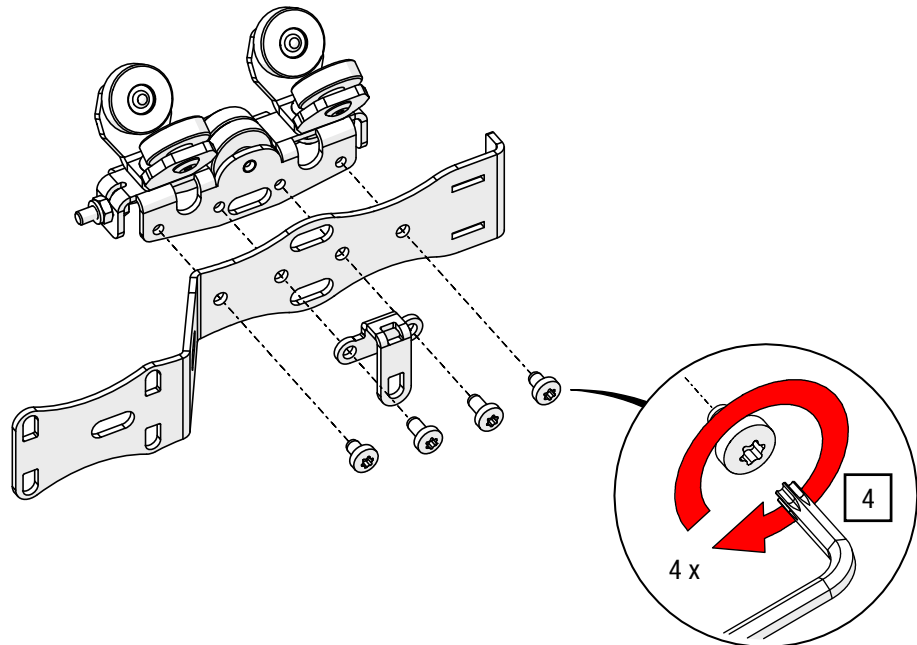

Abb. 49: Zugwagen OFFICE Überzugbügel – Überzugbügel, Ösenblech und Magnethalterung montieren
- Positionieren Sie einen Überzugbügel mit einem seitlichen Ösenblech auf den Zugwagen und verschrauben Sie diese mit einem TORX®-Schlüssel T20, bis das Blech am Zugwagen anliegt (siehe Abb. 49).